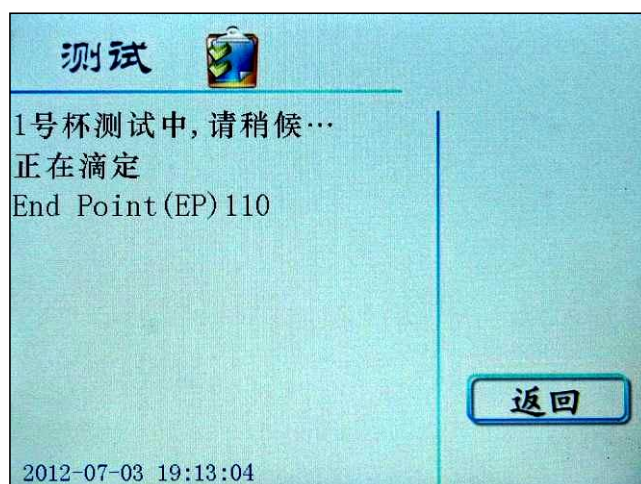
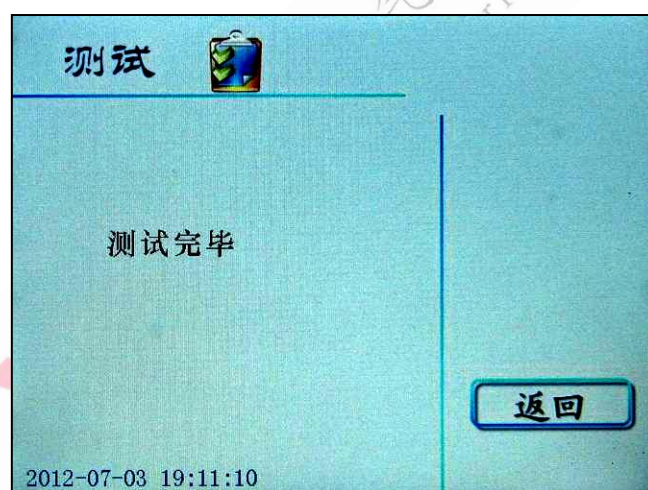

图 12
图 13
后还会显示“滴定终点 (EP) 值” (图 12) 及“测试完毕” (图 13) 等字样。